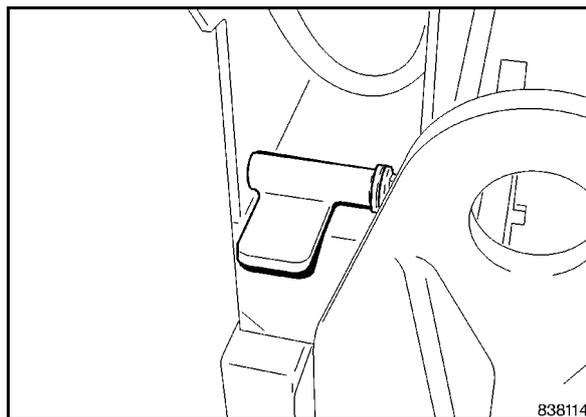

Fig. 139
- Ribaltare le protezioni (Fig. 139) su entrambi i lati verso il basso.